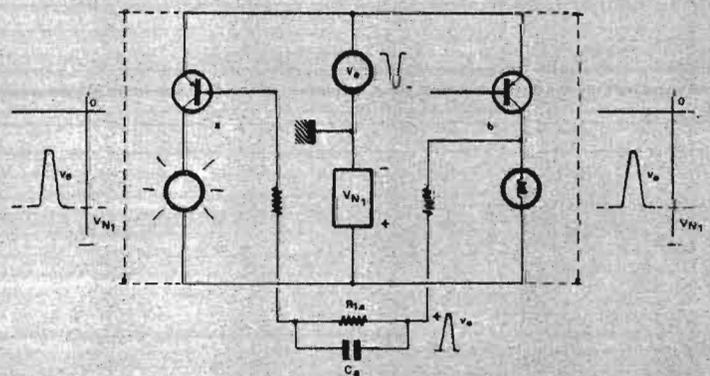

Fig. 115
2) par les collecteurs comme une réduction de la valeur négative de  $V_{N1}$  (fig. 115) donc :